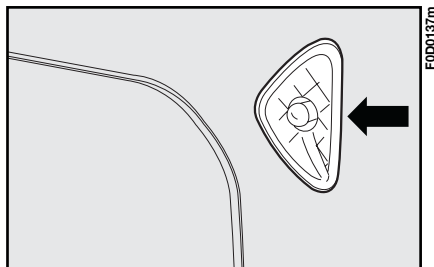

Abb. 18
- 1) Die transparente Abdeckung in Richtung, wie in **Abb. 18** gezeigt, verschieben.